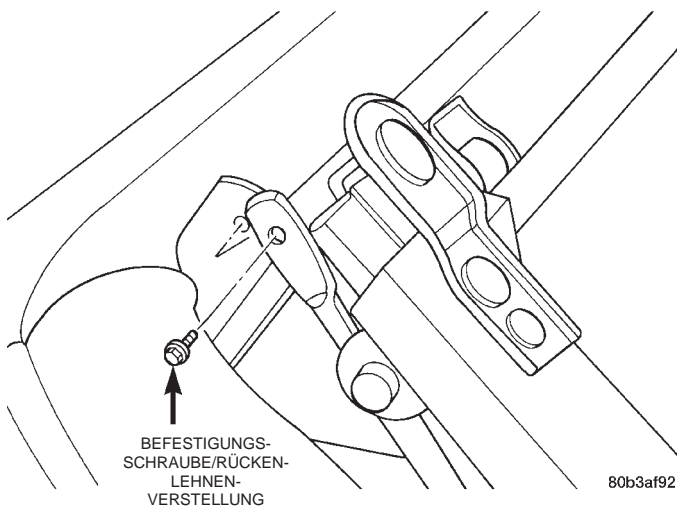

Abb. 59 Schwenkbolzen des Verstellmechanismus
(3) Befestigungsschraube lösen, mit der die Rückenlehnen-Verstellung an jeder Seite des Sitzes am Rückenlehnenrahmen befestigt ist (Abb. 59).